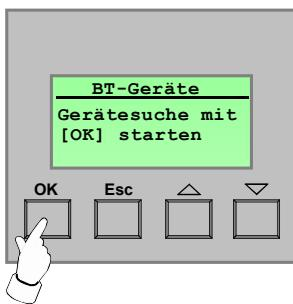

Bild 8: Starten der Gerätesuche
6. An dieser Stelle fordert das Bluetooth Gateway den Bediener auf, die "OK"-Taste zu betätigen (vgl. Bild 8). Dabei ist sicherzustellen, dass der Dialog 'Einhernen' am Endgerät noch aktiv ist. Eine Betätigung der Taste "ESC" bricht den weiteren Einlernvorgang ab.